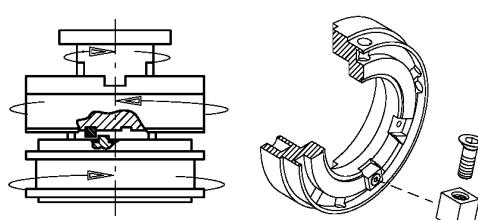

FIG. 1
- Für die Version .../AM gilt: wenn es notwendig werden sollte, die Position eines mechanischen Anschlags umzukehren, dann ist hierzu das Gerät zu zerlegen, die Schraube (Fig. 1) zu entfernen und der Anschlag im anderen, bisher frei gewesenen Steckplatz wieder zu montieren. Bei der anschließenden Montage sind alle beweglichen Teile zu fetten.
- In version .../AM if it is necessary to reverse the position of a mechanical stop it is necessary to disassemble the unit, remove the screw and reassemble in the other slot (FIG. 1). Finally re-assemble the device, using the grease in all moving parts.